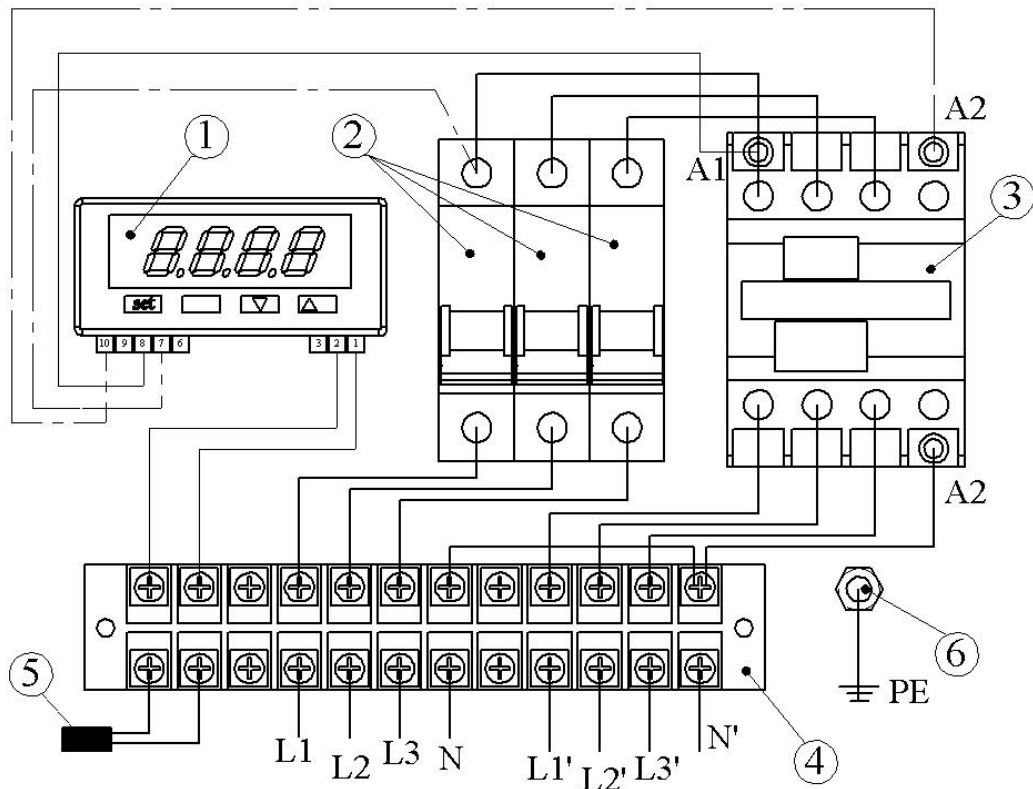

Рис. 3 Схема подключения панели управления ПУЭ-6 к трехфазной сети переменного тока
2. Снять фазную перемычку с вводных автоматов (см. рис.3).